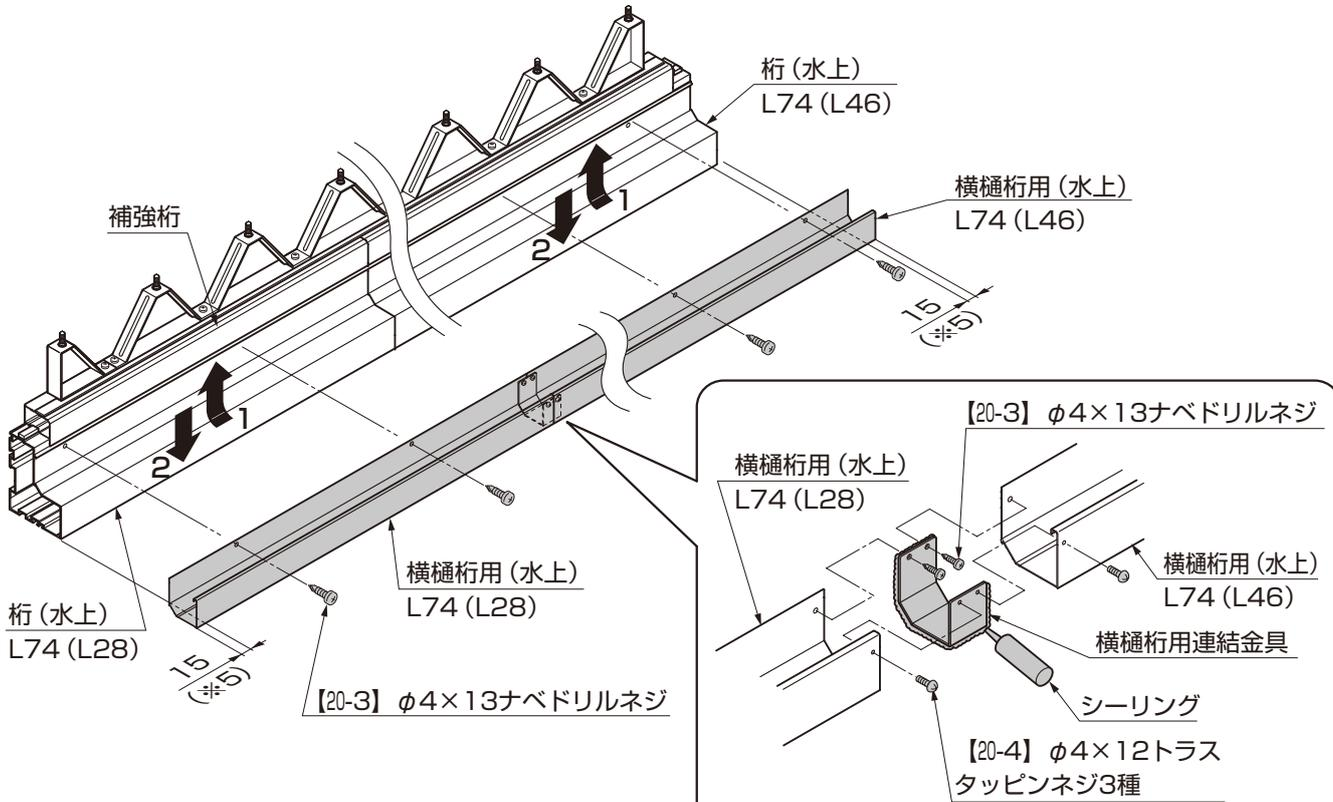

図8-3 横樋用の連結
- ②桁(水上)に【20-3】で横樋用を取付けてください。(図8-3参照)
- 横樋用連結金具と横樋用の接触部分にシーリングをしてください。(図8-3参照)
- ④桁(水下)も同様に横樋用を取付けてください。